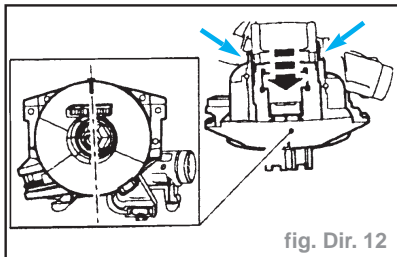

fig. Dir. 12
- à l'aide d'un tournevis à fine lame, dégager les deux clips de fixation. (fig. Dir. 12).